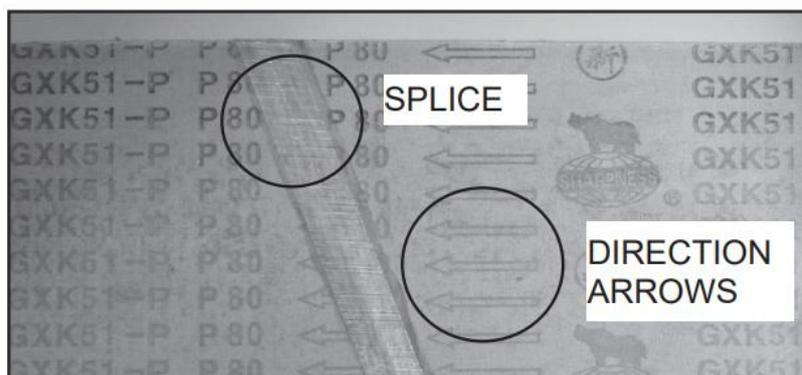

Рис.23
3. Снимите старый ремень, сдвинув его влево от рамы. Поместите новую шлифовальную ленту поверх барабанов так, чтобы стрелка направления указывала в нужном направлении. См. рис. 23. Убедитесь, что ремень расположен по центру обоих барабанов.